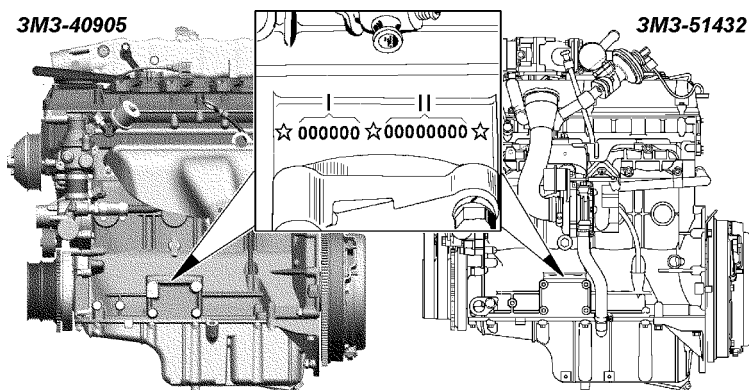

Рис. 1.4. Расположение идентификационного номера двигателя
**Идентификационный номер двигателей** (рис. 1.4) располагается на блоке цилиндров двигателя с левой стороны.